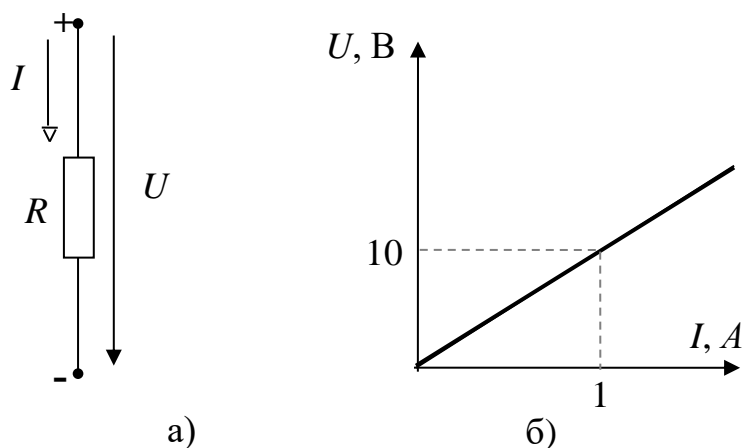

Рис. 1
*Резистивный элемент* – элемент электрической цепи, предназначенный для использования его *электрического сопротивления*. Изображение на схеме (а) и вольтамперная характеристика (б) линейного резистора  $R$  для указанных положительных направлений тока  $I$  [А] и напряжения  $U$  [В] представлены на Рис. 1.
Аналитическое выражение вольтамперной характеристики линейного резистора соответствует *закону Ома*1  $U=RI$ , где  $R$  – параметр резистивного элемента, *электрическое сопротивление* резистора. Резистивный элемент задается величиной электрического сопротивления [Ом]. На Рис. 1 показана вольтамперная характеристика резистора с сопротивлением  $R=10$  Ом.